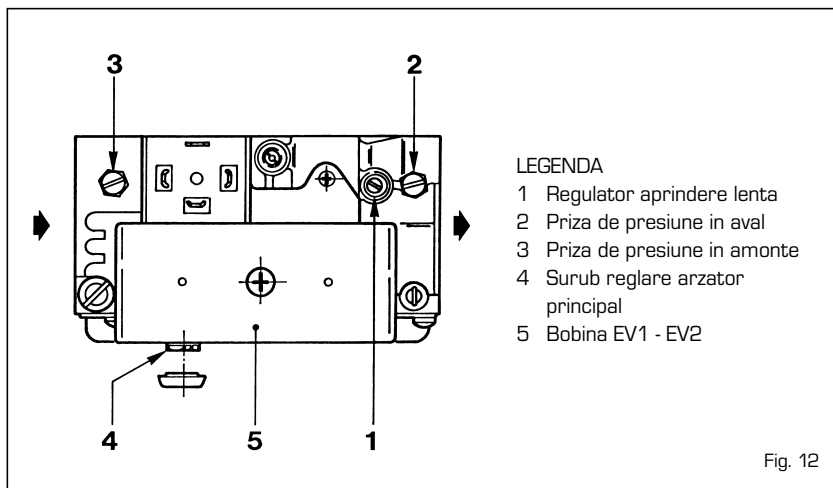

Fig. 12
- La versiunile "20/65 CE IONO - 35/80 CE IONO" indepartati dopul, pozitionat pe regulatorul de presiune, si insurubati pana la capat surubul de reglaj (poz. 4 fig. 12 si poz. 5 fig. 15). Reglati presiunea de intrare in vana de gaz, la o valoare cuprinsa intre 30/37 mbar, in functie de tipul de gaz utilizat, actionand reductorul de presiune, montat in exteriorul grupului termic.